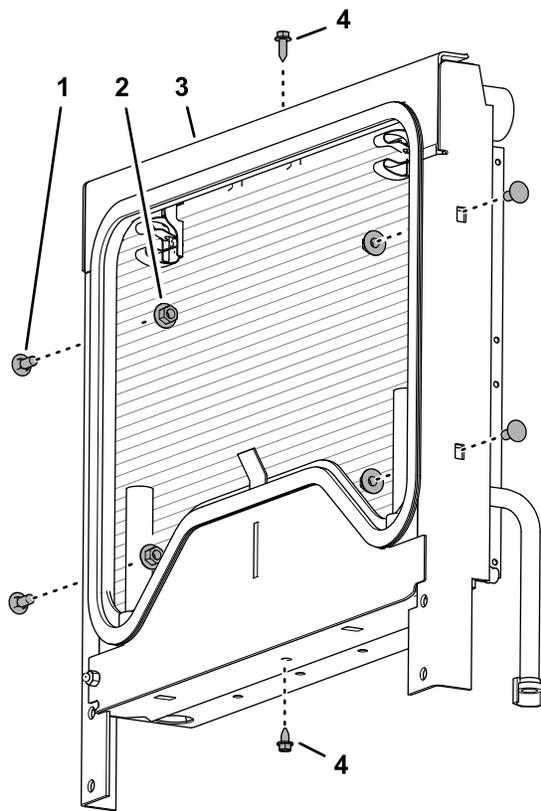

Bild 22
- Entfernen Sie die beiden Bundkopfschrauben, mit denen der Befestigungsrahmen am Kühler befestigt ist (Bild 22).
- Entfernen Sie die vier Schlossschrauben und die vier gezahnten Bundmuttern, die den Befestigungsrahmen am Kühler befestigen (Bild 22).